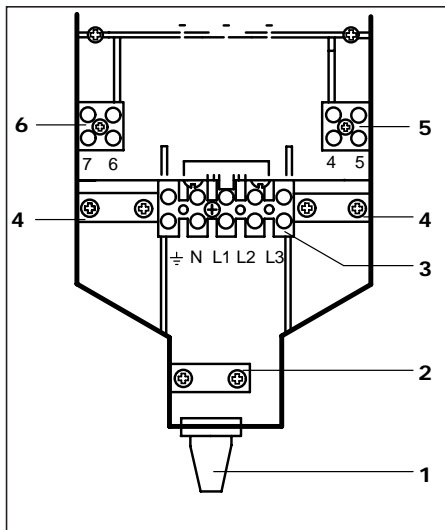

Abb. 10 E-Box
- direkt am kompletten Speicher ohne Abnahme der E-Box (Elektroanschluss-Box, Abb.10)